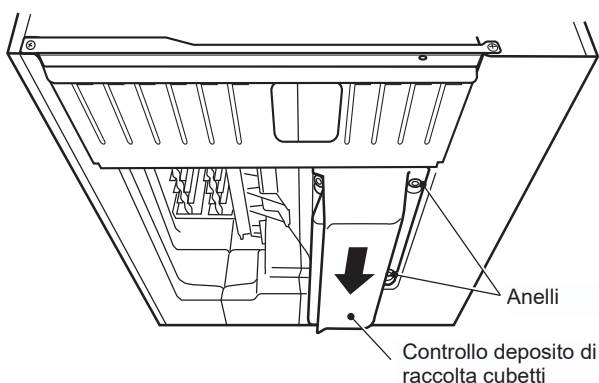

Fig. 6
7) Agganciare il controllo deposito di raccolta cubetti alla parete interna sul lato destro, tenendo sollevato il cavo del controllo deposito. Quindi spingere il controllo deposito sul fondo della macchina, facendolo scorrere verso la parte posteriore fino allo scatto. Assicurarsi che le asole sul lato destro del controllo deposito siano posizionate saldamente sugli anelli al fondo della macchina. Vedere Fig. 6.